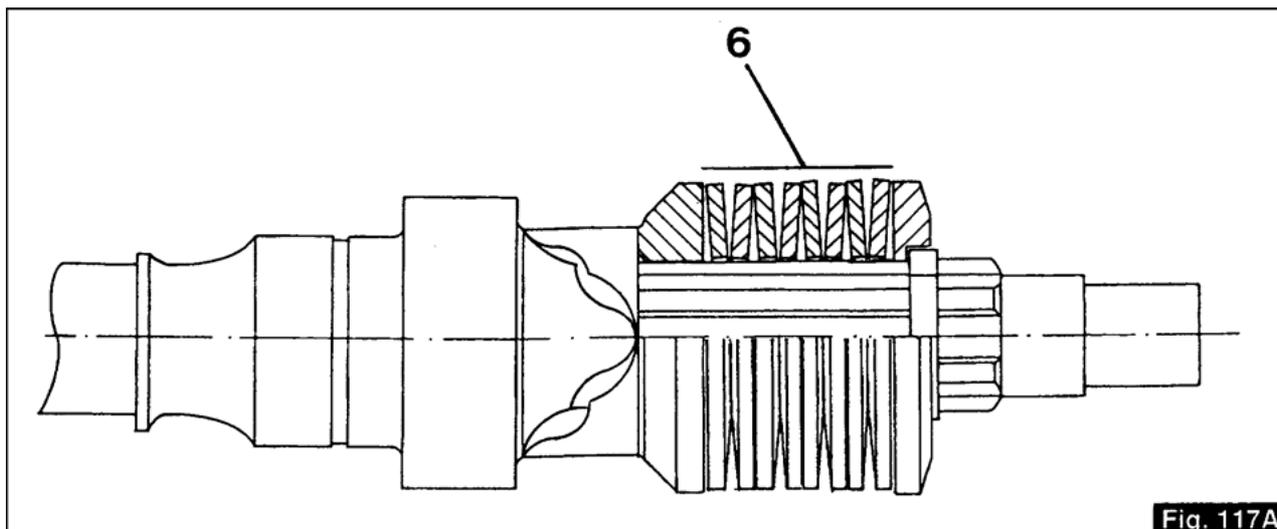

Fig. 117A
N.B. : la figure 117A indique la bonne position de montage des ressorts Belleville (repère 6).